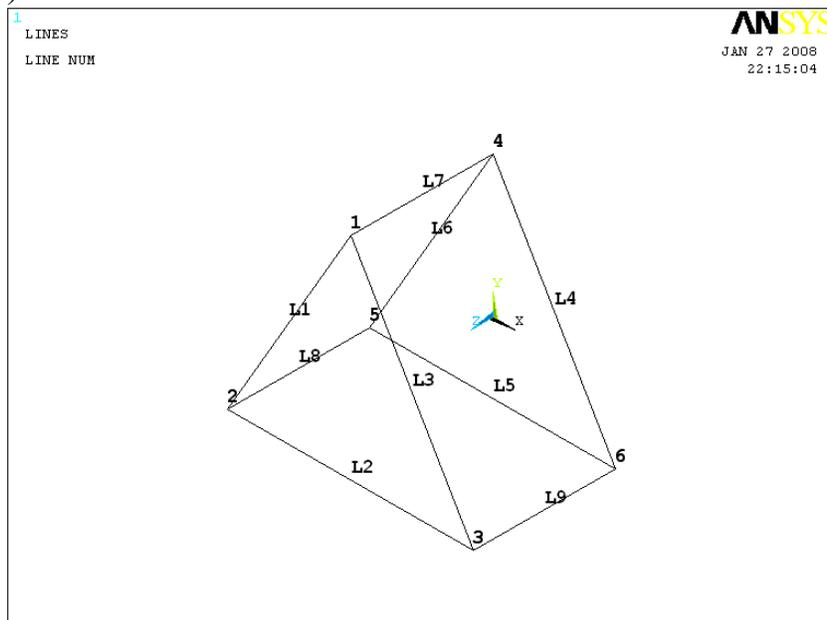

Рисунок 126. Результат выполнения шага 1
При использовании пункта меню утилит появляется окно **Resume DataBase**. В этом случае последовательность действий, связанная с выбором логического диска, папки (например, *C:\example5*), в которой хранится уже созданный файл полностью изложены ранее, однако в данном случае необходимо выбрать другой файл (например, *example5.db*) в списке **Resume DataBase From**, в котором хранится вторая созданная модель (Рисунок 126).
- С помощью окна выбора **Line Attributes** выбираем линию **L1** (Рисунок 126).
- С помощью окна *Line Attributes* выбираем линию *L2* (Рисунок 126).
- Продолжаем выполнять операцию определения атрибутов для линий *L3 – L9* (Рисунок 126, Таблица 10).
Таблица 10. Номера точек ориентации для линий модели (Рисунок 126)
- С помощью окна выбора *Line Attributes* выбираем линию *L1* (Рисунок 126).